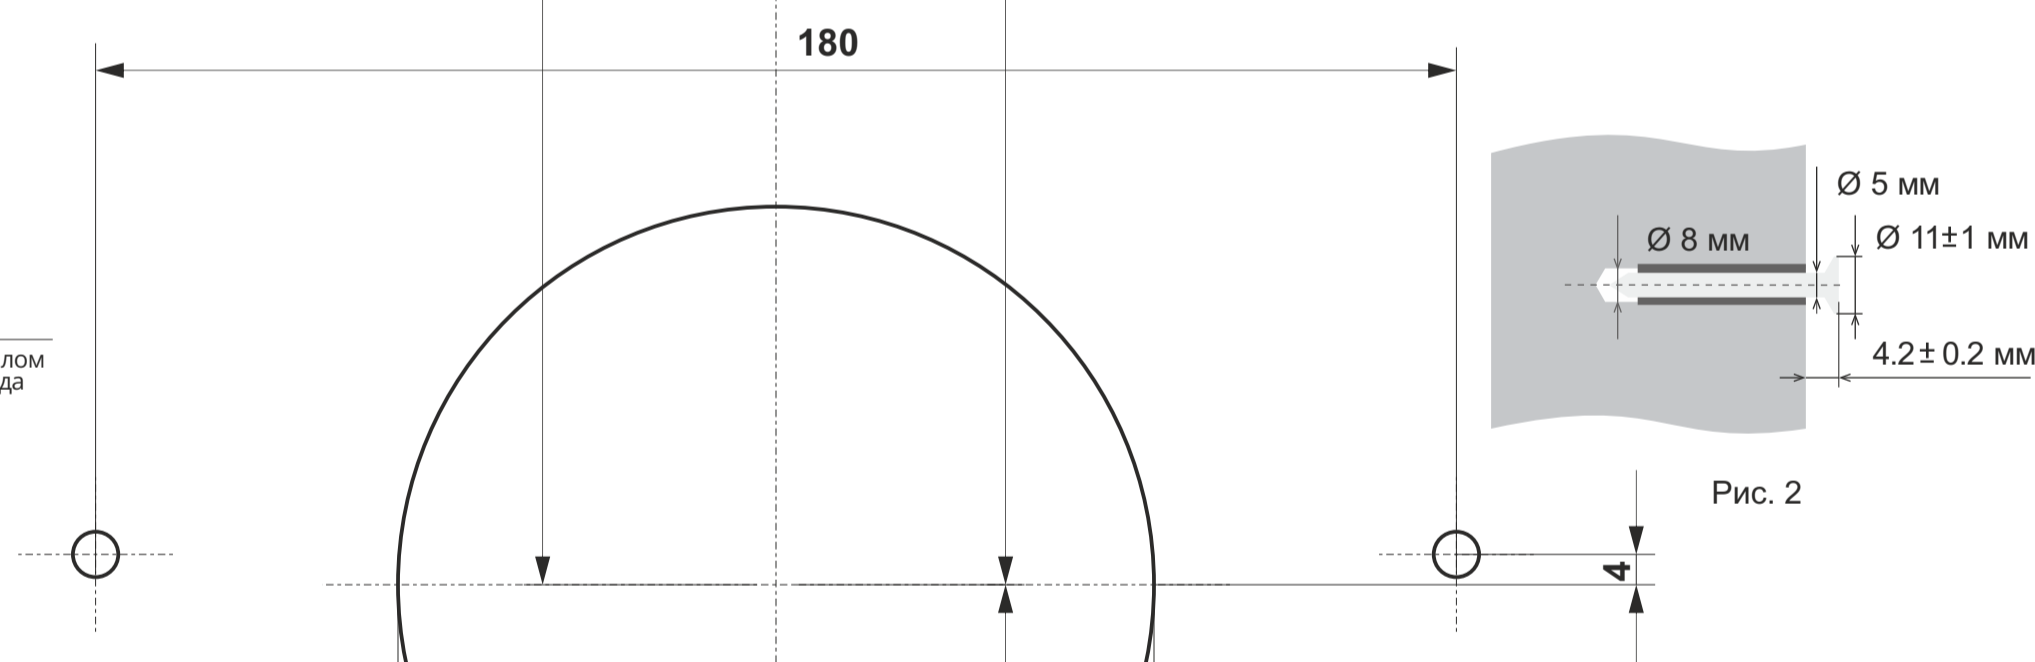

Рис. 2
- Сделайте отверстия для 4 анкерных болтов в соответствующих разметке местах, используя указания рис. 2. Диаметр отверстий должен соответствовать диаметру анкера (диаметр дюбеля из комплекта - 10 мм.)
- Удостоверьтесь в соответствии расстояния, на которое болты выступают из стены, указаниям рис. 2.